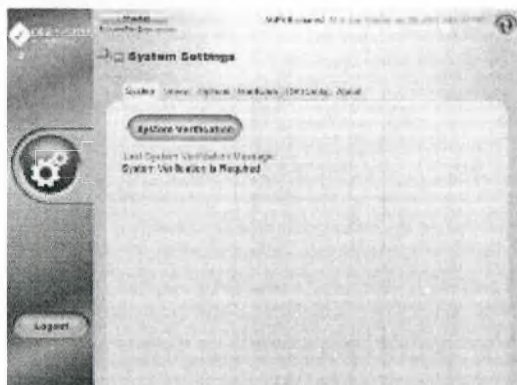

Рисунок 136. Требуется верификация системы ORA
- Запустите верификацию системы ORA, нажав кнопку с надписью **System Verification (Верификация системы)** (Рисунок 136) на мобильной платформе ORA.